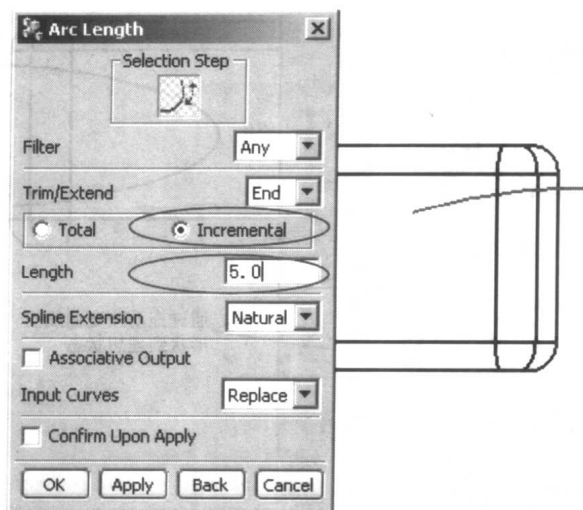

图 1-12 延长圆弧
(2) 利用 **Edit Curves→Edit Arc Length** 使上一步生成的圆弧外端加长 5mm，如图 1-12 所示。